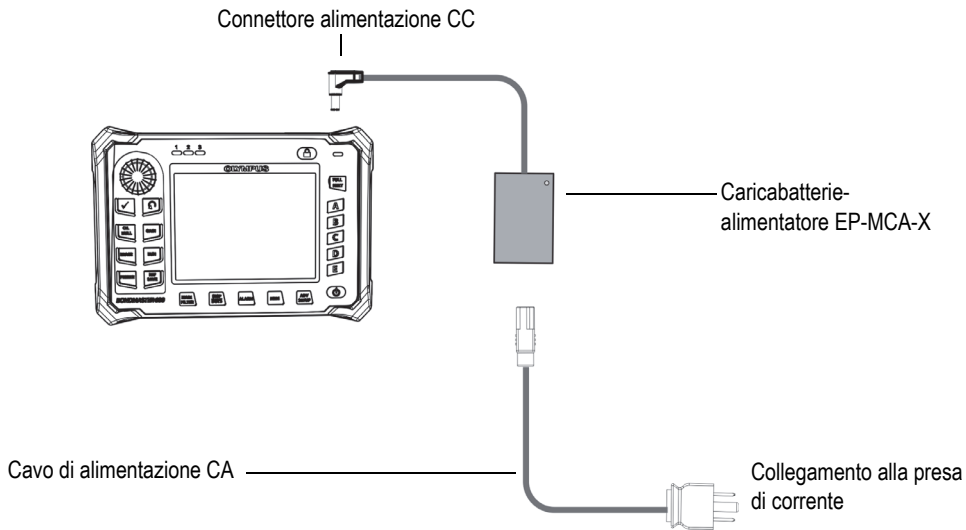

Figura 2-7 Collegamento del caricabatterie-alimentatore
1. Collegare il cavo di alimentazione CA al caricabatterie-alimentatore e a una presa di corrente appropriata (vedere Figura 2-7 a pagina 40).